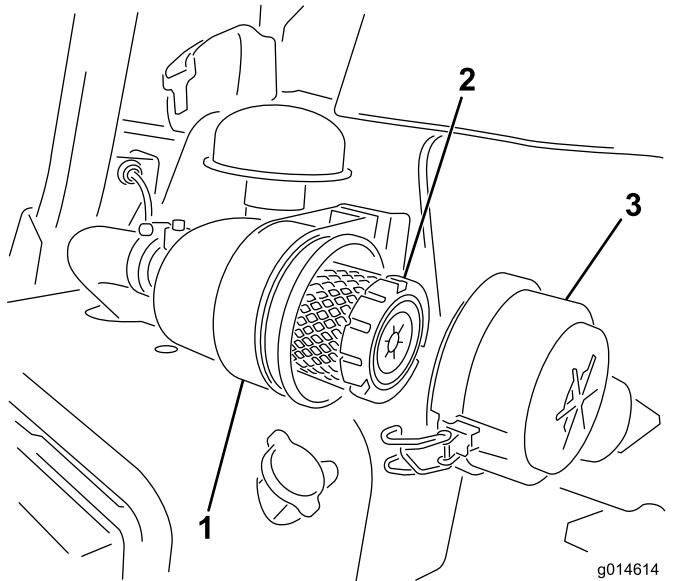

图39
- 松开将空气滤清器盖固定到空气滤清器壳体上的搭扣 图39。
7. 固定搭扣 (图39)。